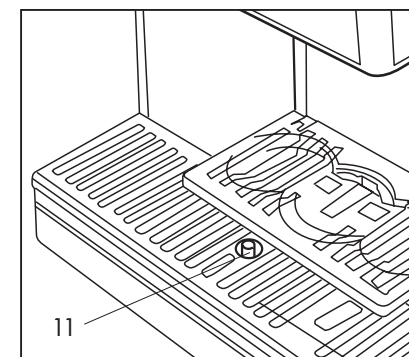

Fig. 17
Cuando el flotador de nivel de la bandeja rojo (11) sale del agujero (Fig. 17) significa que el agua de recogida en la bandeja está superando el nivel máximo.